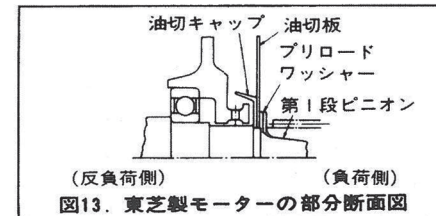

図13. 東芝製モーターの部分断面図
- (m)モーター側の第1段ピニオン⑬を取りはずした場合、東芝製電動機であれば、油切キャップ、油切板、プリロードワッシャーの順(図13参照)に入れますが、富士電機製電動機はその必要がありませんので直接第1段ピニオン⑬を取付けて、テーパをきかせた後に第1段ピニオン用ロックナット⑫で締付け、ワッシャーをナット側に折り曲げる。